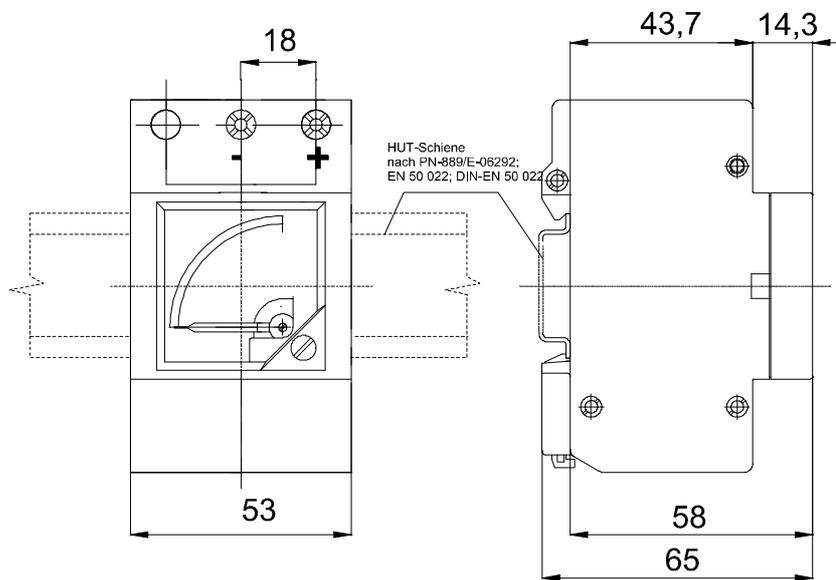

Bild. 1 Außenmaße von Geräten EB16
*) Betrifft Meßgerät EA16; Frontmaße für EB16 nach Bild. 1